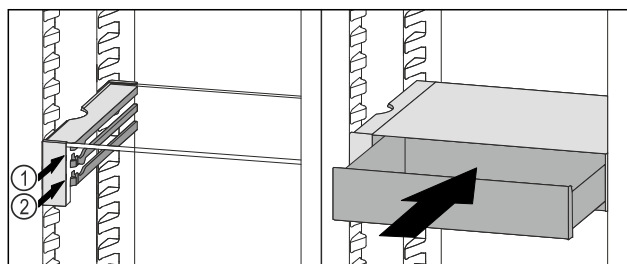

Fig. 126
- ▶ Stavite ladicu VarioSafe ukoso iza zaustavljača na željeni žlijeb Fig. 126 (1) ili Fig. 126 (2).